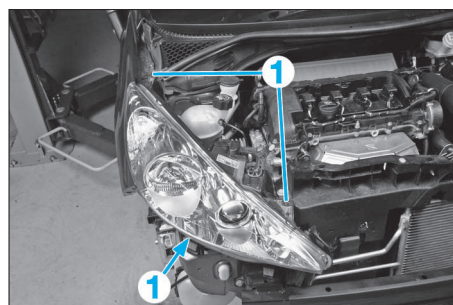

FIG. 6
- Déposer les vis de fixation (1) (Fig.6).